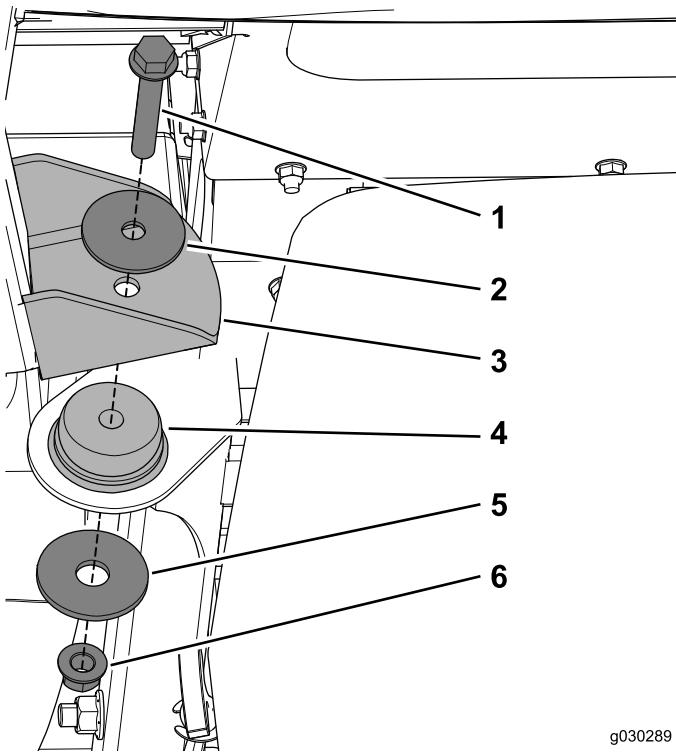

Figura 23
- Utilice un perno ($\frac{1}{2}$ " x 3"), una arandela de empuje, una arandela grande y una contratuerca para fijar la cabina a los soportes traseros de la máquina (Figura 23).